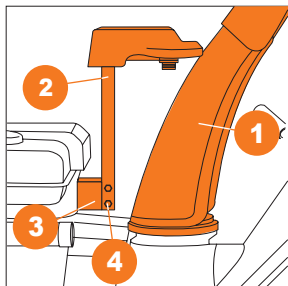

Рис. 24
- Установите желоб **1** на отверстие выброса снега корпуса снегоуборочной машины (Рис. 24).